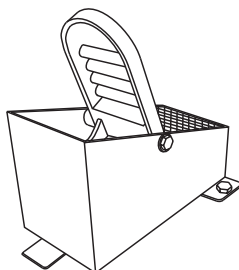

Abb. 9. Pedal zur Rotordrehzahlsteuerung
3. Das rechte Fußpedal (Abb. 9) steuert die Motor- und damit die Rotordrehzahl. Die Pedalposition bestimmt die Rotordrehzahl. Eine niedrige Rotordrehzahl wird bei leichtem Pedaldruck erzielt. Die maximale Rotordrehzahl wird beim Durchtreten des Pedals erreicht.